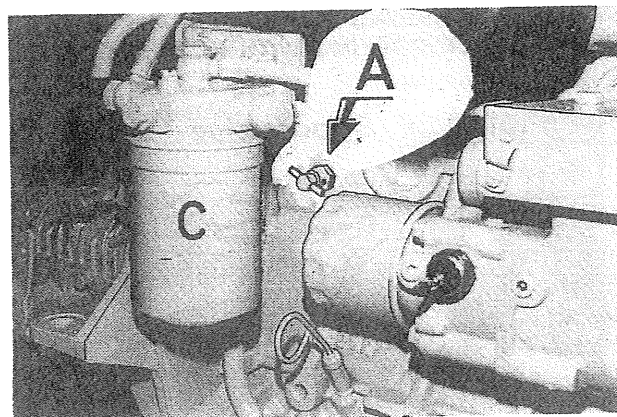

Fig. 38
Skru av trykklokket (B) på vanntanken. Avtapping skjer ved å åpne kranen (fig. 38, pos. A) på sylinderblokken, foran brennoljefilteret C. Steng avtappingskranen.
Remove the filler cap (B) on header tank. Drain through cock (fig. 38, pos. A) on cylinder block, in front of fuel filter C. Close the drain cock.